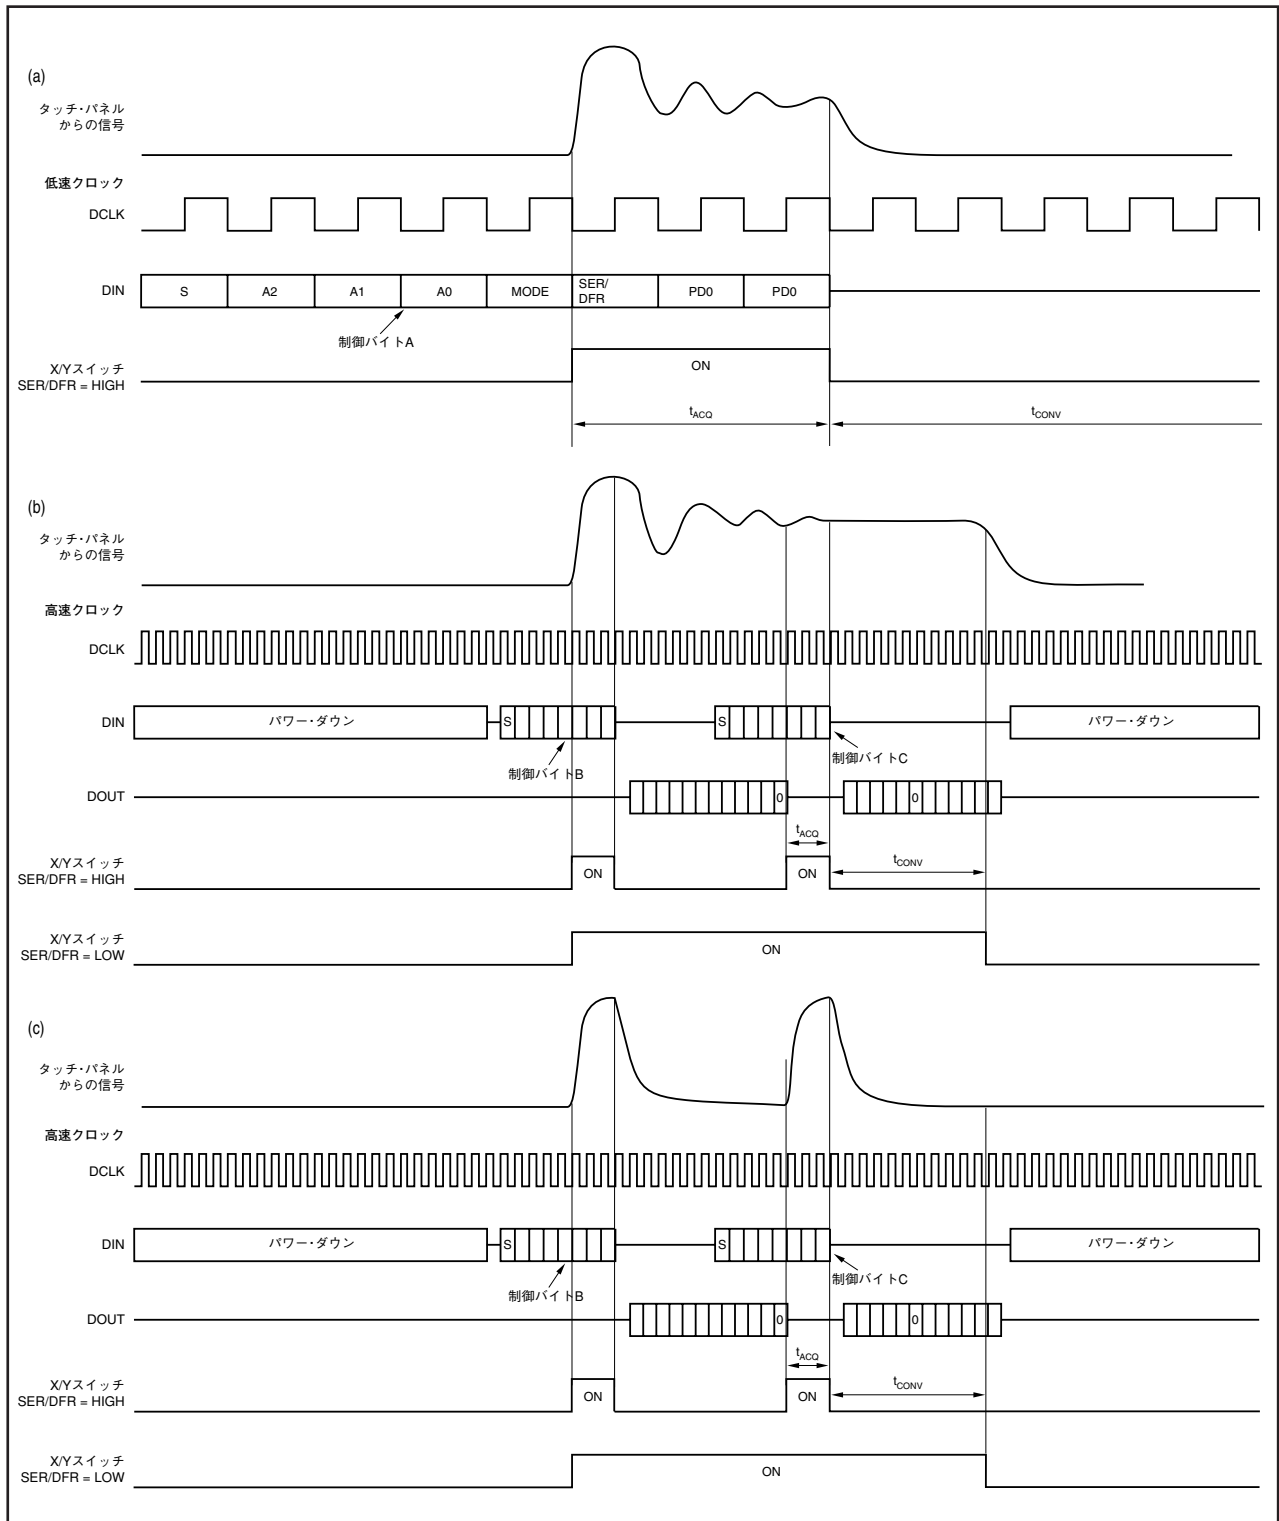

図4. ADS7843の差動モード動作およびシングルエンド・モード動作のタイミング
- ADコンバータの取得時間を延長しなくても、セトリング時間の長いタッチパネルの信号処理ができることです。図4に示すように、制御バイトBとCが同じである場合は、制御バイトBの変換が完了した後もADS7843の内部X/Yスイッチがオフになりません。これにより、タッチパネルの電圧が安定した値に収まるための十分な時間ができます。
- より高速なクロックを用いることにより、ADS7843にはパワーダウンモードに入り、バッテリーのエネルギーを節約するための時間的余裕ができます。図4では、制御バイトC（高速クロック）の変換期間が、制御バイトA（低速クロック）の変換期間より前に終わっています。制御バイトCの変換の終了後、ADS7843はパワーダウンモードに入り、次のサンプリング期間を待つことが可能になります。ただし、制御バイトAを用いた場合は、次のサンプリング期間が現在の変換直後に来て、パワーダウンの時間が無くなる可能性があります。